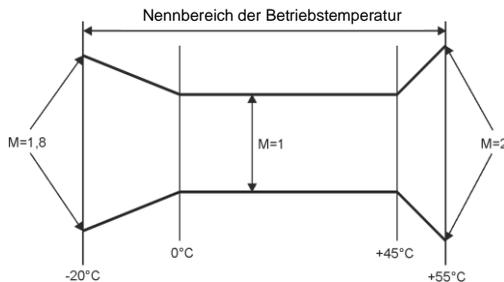

Abb. 42. Der Multiplikator der grundlegenden Messunsicherheit ist von der Umgebungstemperatur abhängig.
Die grundlegende Messunsicherheit, die in den technischen Daten angegeben wird, wird in einem Umgebungstemperaturbereich von 0°C...+45°C garantiert. Außerhalb dieses Bereiches, verwenden Sie bitte einen zusätzlichen Multiplikator (M), welcher die angegebene Grundunsicherheit auf die tatsächliche Unsicherheit erhöht. Abb. 42 zeigt ein Diagramm des Multiplikators M in Abhängigkeit von der Umgebungstemperatur im Bereich der nominalen Betriebstemperaturen. Der Multiplikator nimmt den Wert 1,0 im Temperaturbereich 0°C...+45°C an. Über +45°C bis +55°C wächst der Multiplikator linear bis zu einem Wert von 2,0. Unter der Temperatur 0°C (bis -20°C) wächst der Multiplikator linear bis zu einem Wert von 1,8.